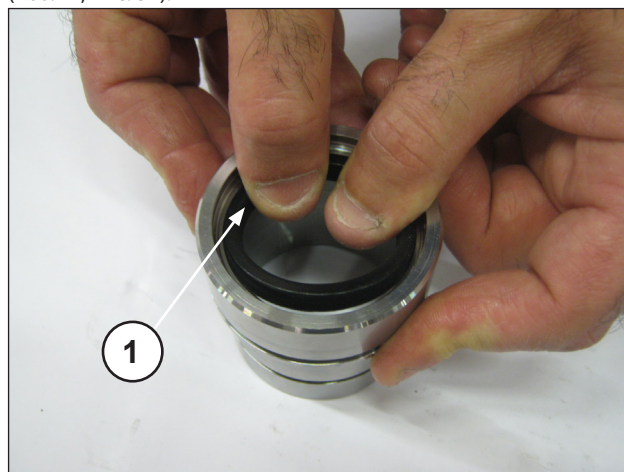
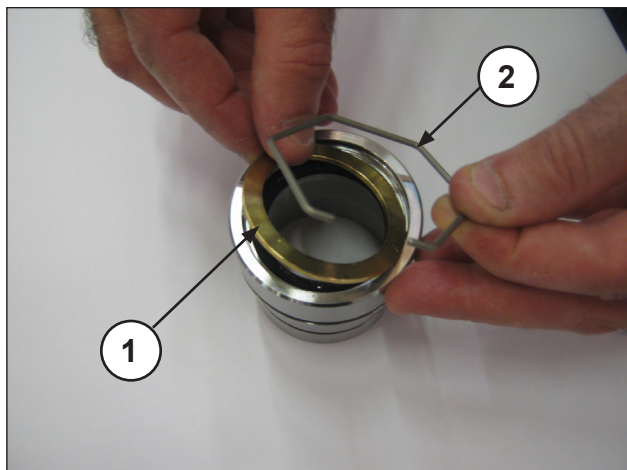
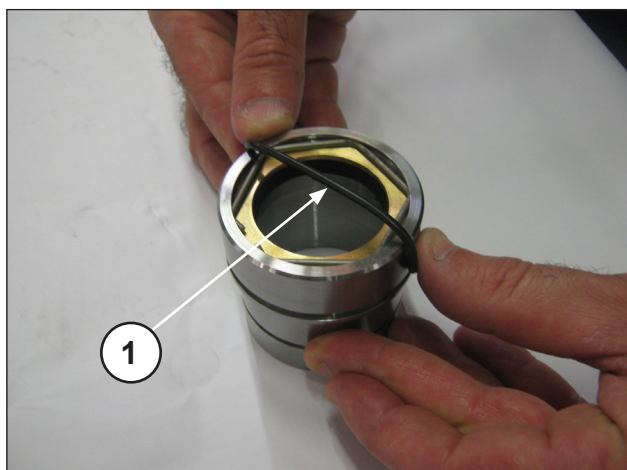

Рис. 29
Рис. 30
Рис. 31
Вставьте уплотнение для низкого давления в держатель набивки (поз. ①, Рис. 29), соблюдая направление сборки, согласно которому уплотнительная кромка должна быть направлена вперед (в сторону головки). После этого вставьте уплотнительное кольцо, стопорное кольцо (поз. ① ②, Рис. 30) и кольцо с круглым сечением O-ring (поз. ①, Рис. 31).